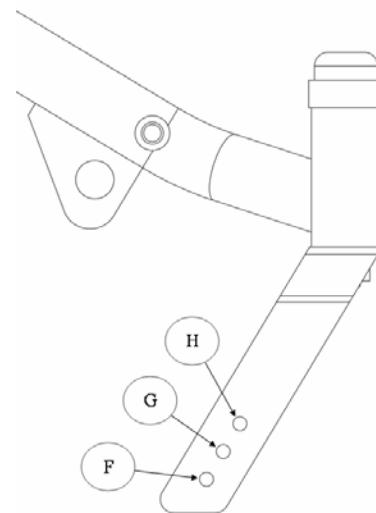

*Figure 16 - Installation de la roue avant*
2. Insérer la vis **A** à l'intérieur de la première paroi de la fourche (figure 16), selon la position précédemment déterminée;